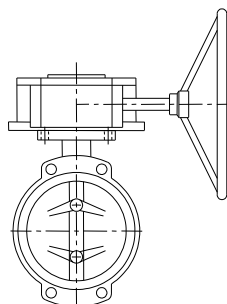

Рисунок 6: левосторонний редуктор перпендикулярно арматуре
8. Установить редуктор перпендикулярно на арматуру (см. рисунок 6)